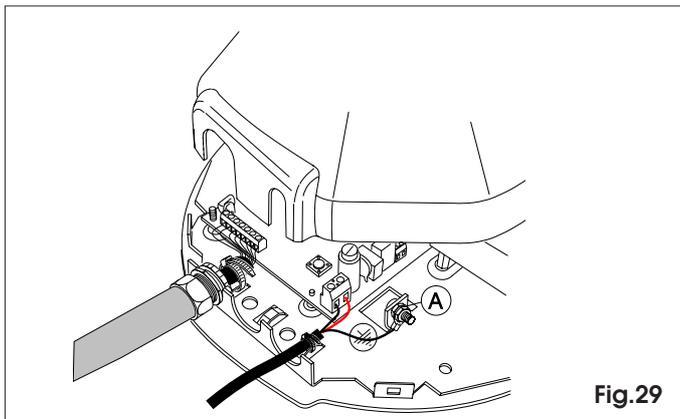

Fig.29
9.3 Positionner l'oeillet de masse dans la vis, ajouter une rosette et bloquer avec un écrou (fig. 29 rif.A).
9.4 Si, des passe-tubes sont utilisés pour le blocage des câbles, réaliser l'oeillet comme illustré par la figure 29.